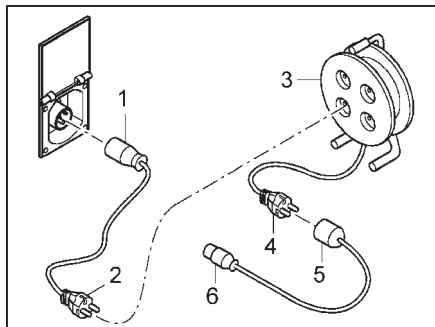

Bild 71 Anslutningsmöjligheter 230 V-anslutning
- Adapterkabel: CEE17 anslutningskoppling med jordad kontakt (Bild 71,1) – kontakt med jordad kontakt (Bild 71,2)
- Kabeltrumma: Uttag med jordad kontakt (Bild 71,3) – kontakt med jordad kontakt (Bild 71,4)
- Adapterkabel: Anslutningskoppling med jordad kontakt (Bild 71,5) – CEE17 kontakt med jordad kontakt (Bild 71,6)